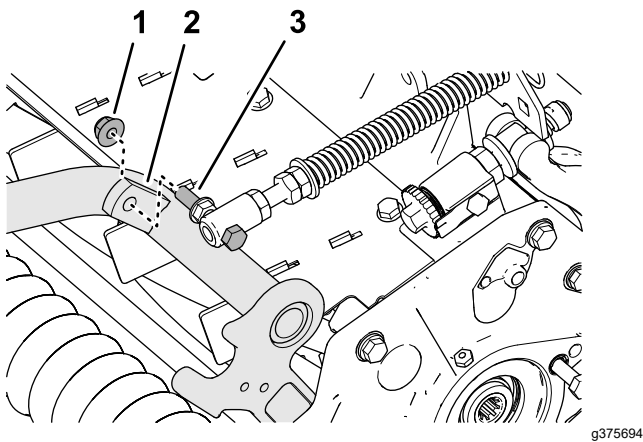

Figura 13
- Monte el tornillo del muelle de compensación del césped en la pestaña derecha del bastidor de tiro (Figura 13) con la contratuerca con arandela prensada ( $\frac{3}{8}$ " ).